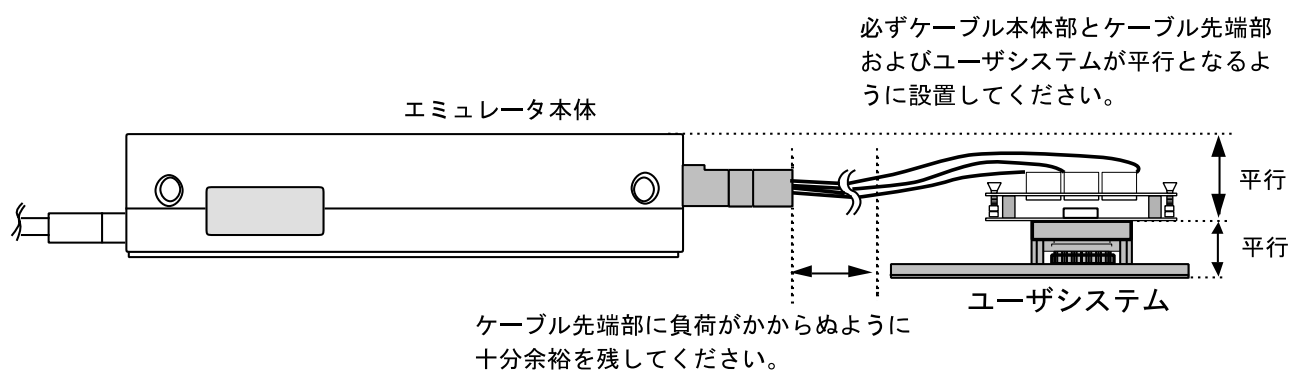

図10 設置例
- (1) ユーザシステムへの接続時には1ピン位置に十分注意して、誤接続は絶対にしないでください。
- (2) 本ユーザシステムインタフェースケーブルを使用する場合の推奨マウントパット寸法は、MCU 実装用マウントパット寸法とは異なりますので注意してください。
- (3) 本ユーザシステムインタフェースケーブルは、HS2195EPI60H エミュレータ専用ですので、他のエミュレータ本体には使用しないでください。
- (4) ケーブル本体部が断線する可能性がありますので、本ユーザシステムインタフェースケーブルの上に重いものや金属等の角の尖ったものを置かないでください。
- (5) ユーザシステムに接続した状態では、ユーザシステムインタフェースケーブル、特にケーブル先端部に無理な力が加わらないように注意する必要があります。図10の設置例を参照してご使用ください。